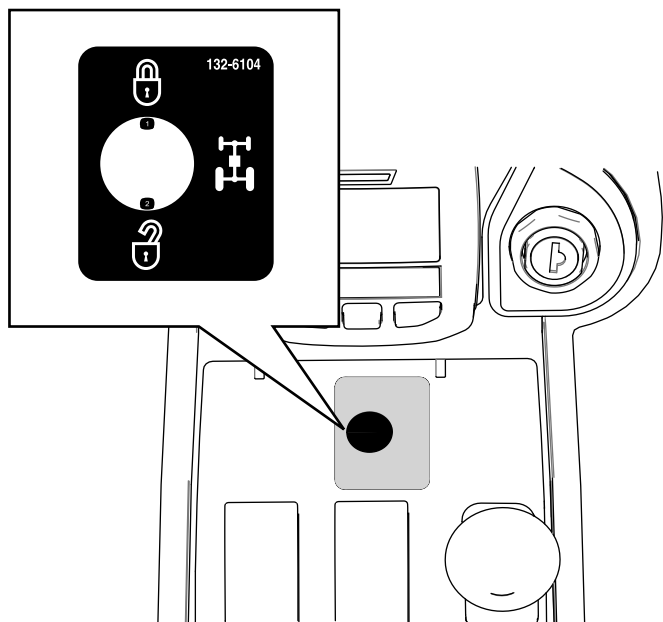

Figura 17
2. Fije la pegatina de la función 4WD sobre el taladro perforado (Figura 17).